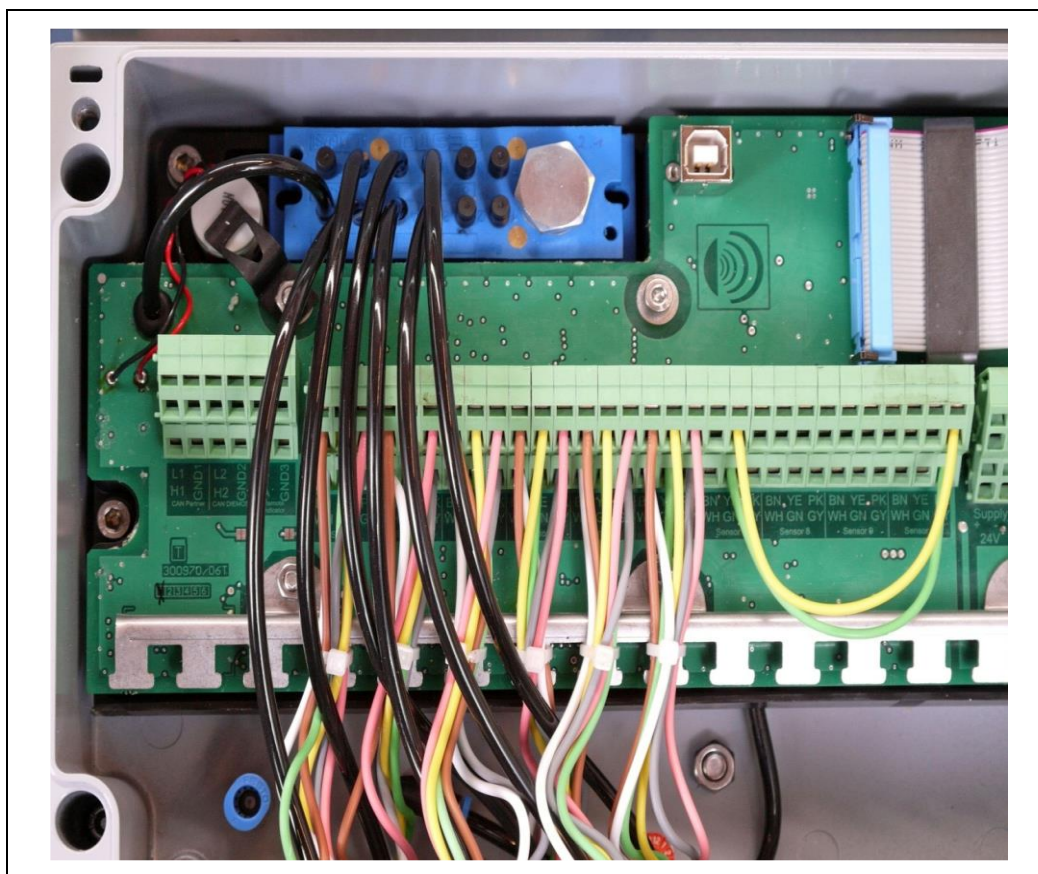

Fig. : 9 : Montage et installation terminés (exemple avec 6 tuyaux hybrides)
- ▶ Le flexible pneumatique [③] ne doit pas être fixé avec un serre-câble sur la tôle de maintien des serre-câbles ou autre. (Fig. 9)
- ▶ Les flexibles pneumatiques doivent être installés correctement et conformément aux instructions du fabricant, selon la figure 9 !